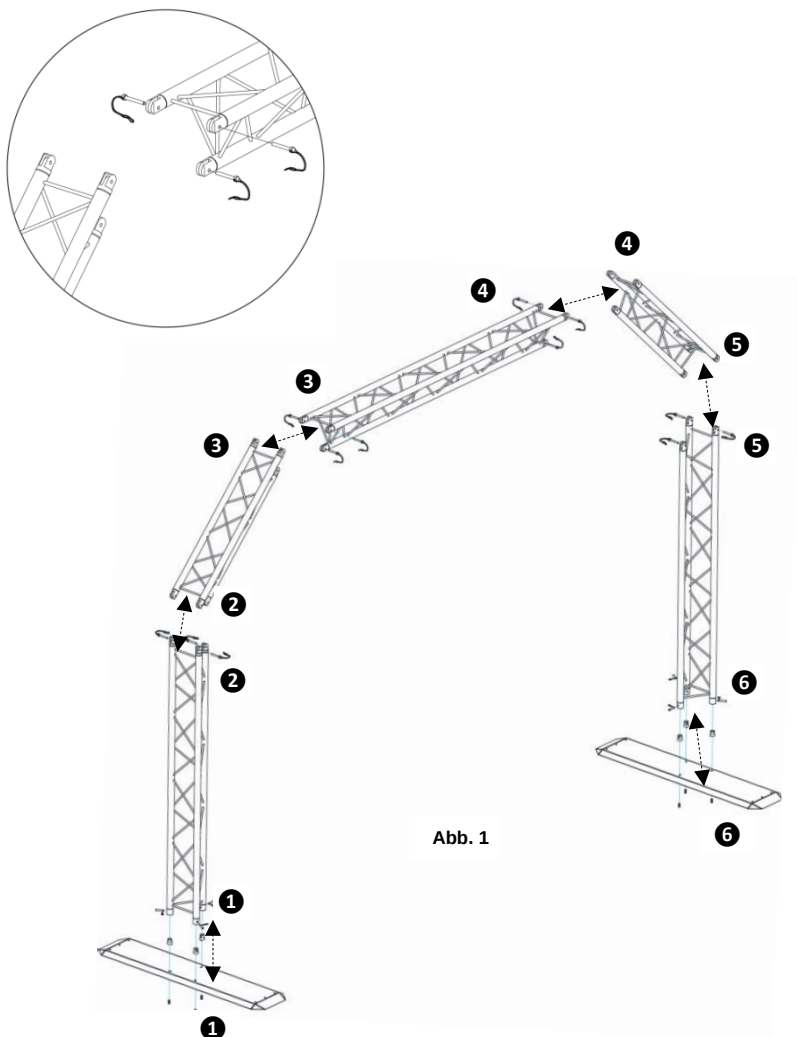

Abb. 1
4. Montieren Sie die Bodenplatten an die Enden des zusammengebauten Arch Kit. (1 und 6, Abb. 1)